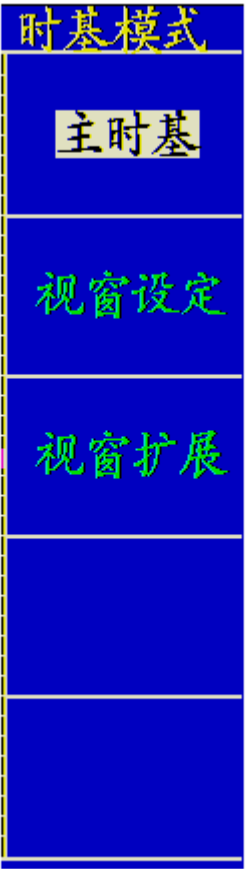

图 22：时基模式菜单
3. **水平菜单**按键。按下 **水平菜单** 按键，屏幕显示操作菜单见图22。